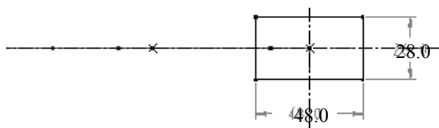

图 8.9.8 截面草图
Step4. 选择轨迹曲线。第一个选择的轨迹必须是原始轨迹，在图 8.9.8 中，先选择基准曲线 1，然后按住 Ctrl 键，选择基准曲线 2。
Step6. 创建扫描特征的截面。在操控板中单击“创建或编辑扫描截面”按钮 ，进入草绘环境后，绘制图 8.9.8 所示的特征截面，然后单击“确定”按钮 .